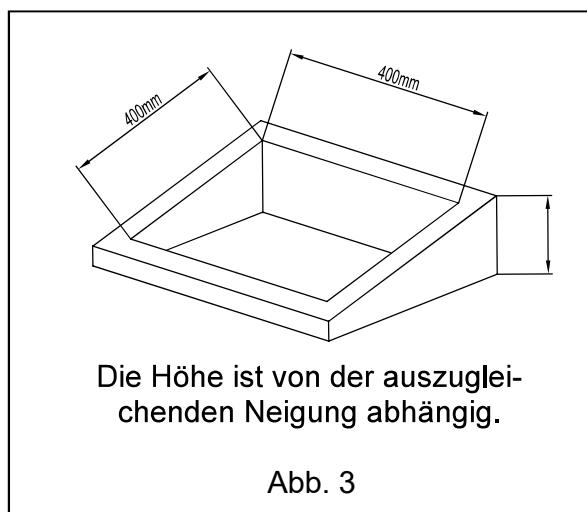

Abb. 3
- Weist das Wagendach ein Gefälle auf, so dass die spezifizierten Abweichungen bei der Installation der Außen-Dacheinheit nicht erfüllt werden können, müssen Ausgleichsunterlagen eingesetzt werden. Die typische Ausgleichsunterlage ist in Abb. 3 gezeigt.